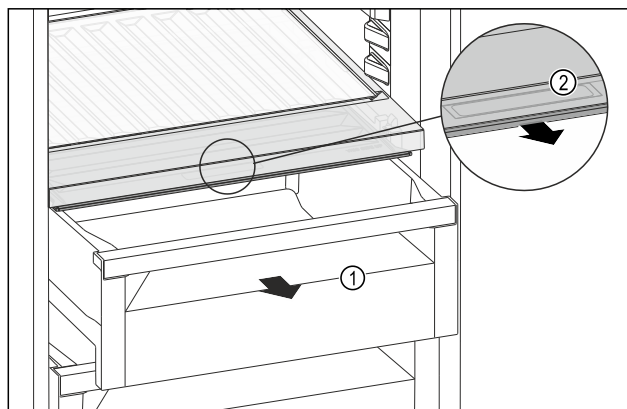

Fig. 122
- Húzza ki a fiókot Fig. 122 (1).
- Fogja meg a süllyesztett fogantyút Fig. 122 (2) a rekeszfedélen, és ezzel egy időben húzza előre a rekeszfedélet.